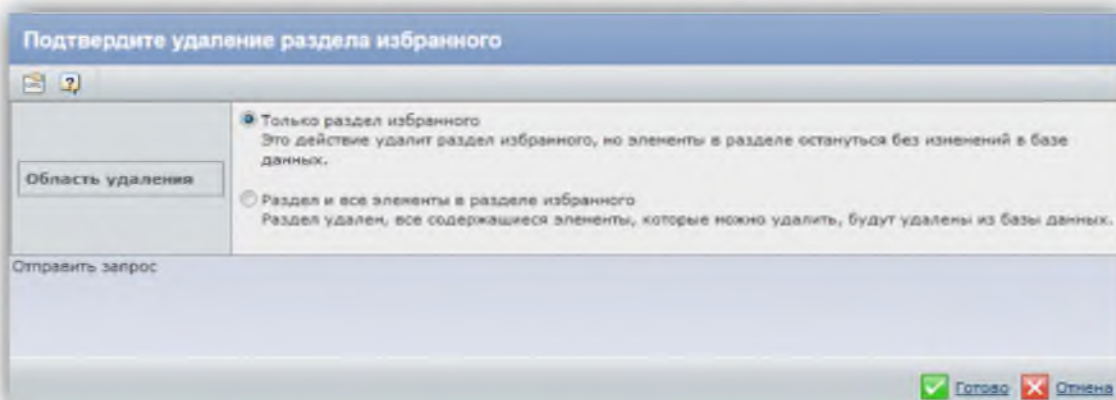

Рисунок 4.9.4.4.1 – Окно удаления раздела (папки) в меню «Избранное»
– или раздел и все элементы в разделе избранного (удаление раздела избранного и всех элементов, содержащихся в нем, из базы данных) (рисунок 4.9.4.1).